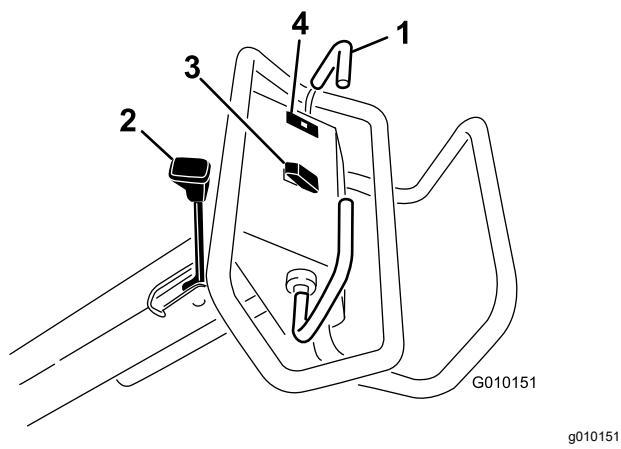

Figure 13
Pour avancer, poussez la barre de commande de déplacement en avant. Pour reculer, tirez la barre de commande de déplacement en arrière (Figure 13).
- Pour serrer le frein de stationnement, rapprochez le levier de la poignée de commande (Figure 13).
Le témoin de pression d'huile (Figure 13) s'allume quand la pression de l'huile moteur descend au-dessous du niveau admissible. Si c'est le cas, coupez le moteur et recherchez la cause de la baisse de pression. Effectuez les réparations nécessaires avant de remettre le moteur en marche.
**Levée** – Appuyez sur le haut du commutateur (Figure 13) pour lever la tête d'aération et la désengager. Le moteur doit tourner pour produire la pression de levage. Si la tête d'aération est en dessous de la hauteur de transport, voir Réinitialisation du circuit de commande du système \(page 27\).
**Abaissement/engagement** - Appuyez sur le bas du commutateur (Figure 13) pour abaisser et engager la tête d'aération. La barre de commande de déplacement doit être en position avant pour activer le commutateur.